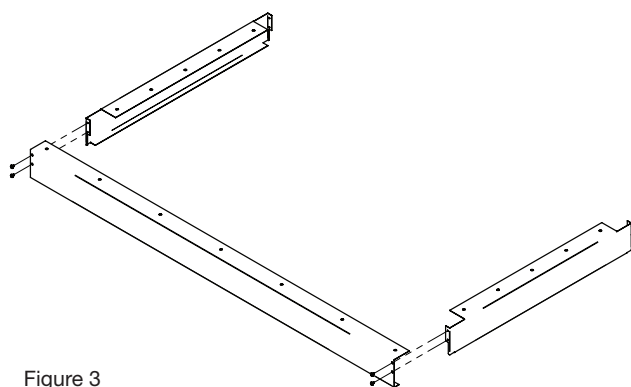

Figure 3
2. Assembler deux embouts sur l'un des longerons à l'aide des vis blanches (Fig.3).